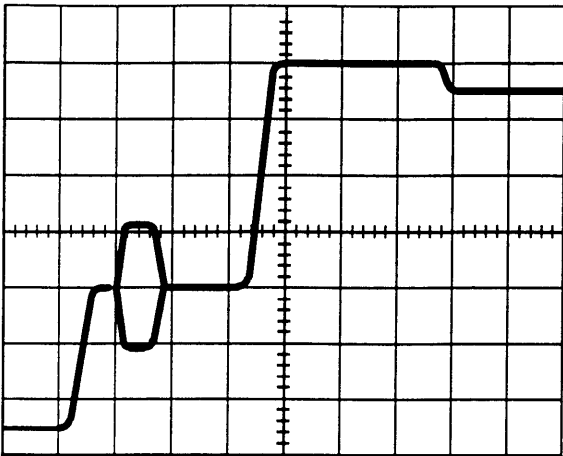

figure 16
- Sélectionner le mode SEARCH (24) et régler la commande de délai (25) pour amener le début de zone sur-intensifiée sur le front montant de l'impulsion de synchronisation ligne (figure 16).